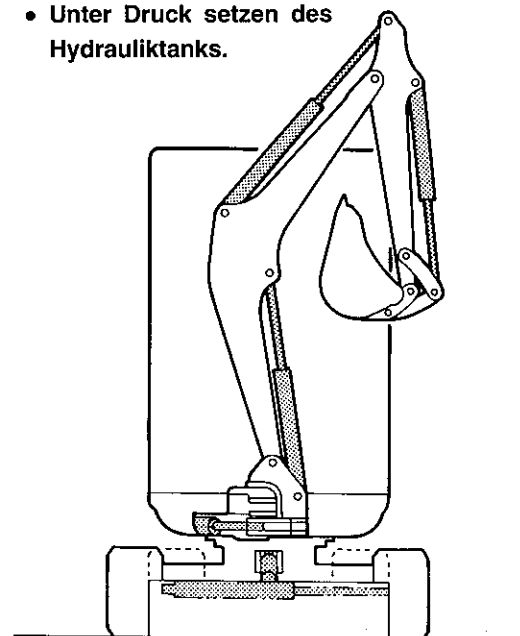

Abbildung 4
(Siehe Abbildung 4)
1. Fahren Sie alle Hydraulikzylinder bis zum Anschlag aus. Der Bagger sollte beim Unterdrucksetzen des Tanks so wie in Abbildung 4 sein.